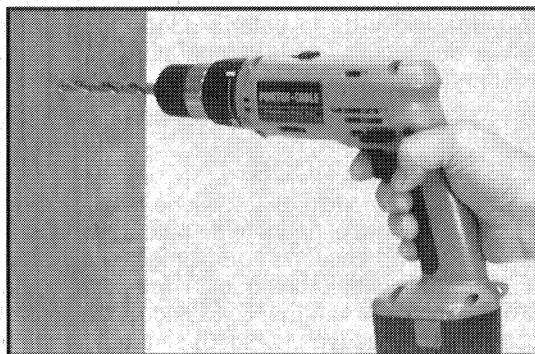

Fig. 7
**ADVERTENCIA:** La parte delantera del taladro puede cargarse si usted taladra un alambre cargado (vivo) en una pared. PARA PREVENIR UN CHOQUE ELÉCTRICO, HAY QUE AGARRAR EL TALADRO SEGÚN LA ILUSTRACIÓN DE LA FIG. 7.